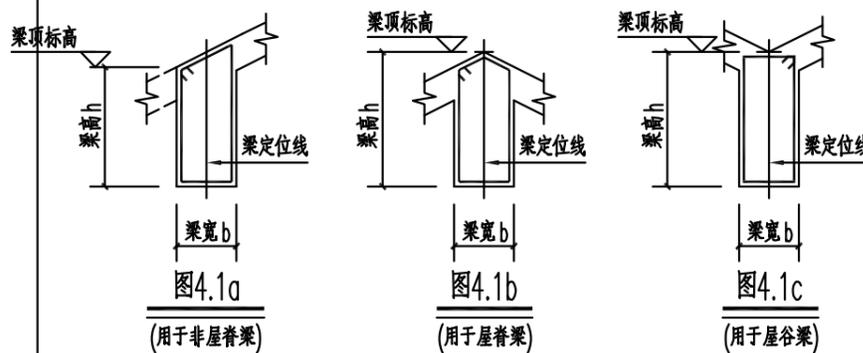

图4.1a
4.1. 坡屋面水平梁按“图4.1a”或“图4.1b”或“图4.1c”